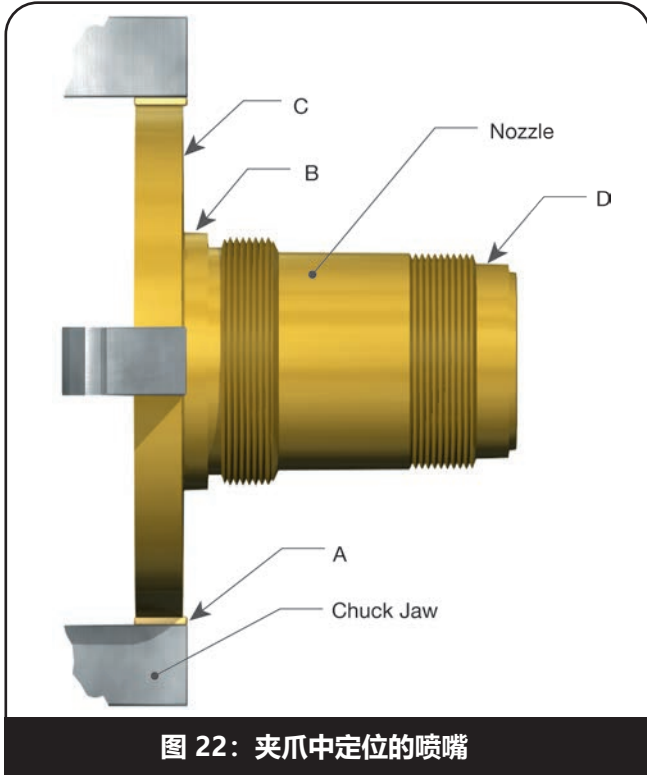

图 22: 夹爪中定位的喷嘴
- a. 如图 22 中的 A 所示，在钳口和喷嘴之间使用一块柔软的材料（如铜或纤维）将喷嘴夹在四爪独立卡盘（或夹头，如果合适的话）中。
- b. 使喷嘴朝上，以便标记为 B 和 C 的表面在指示器上在 0.001"（0.03 mm）的范围内运行（图 22）。